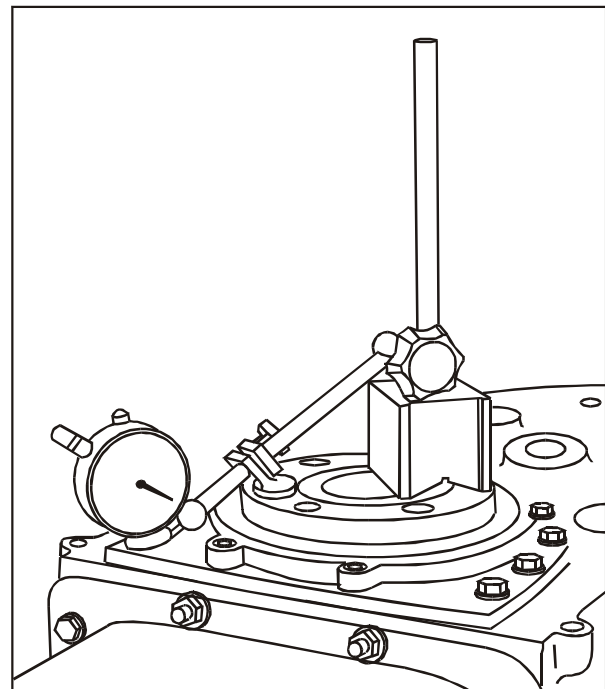

FIG 22
21. Verifique a excentricidade da carcaça com o relógio microcomparador, veja Especificações Técnicas. **Fig. 22**.